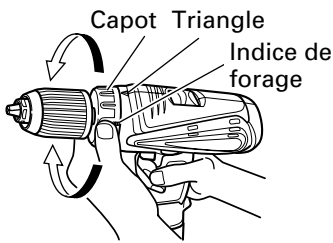

Fig. 15
7. Vérification de la position du capuchon (Voir Fig. 15)
(2) Indication du couple de serrage (Voir Fig. 15)
(3) Réglage du couple de serrage (Voir Fig. 15)